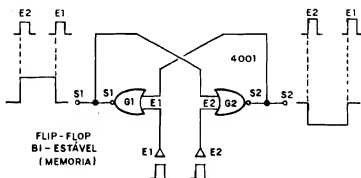

Fig.8
- FIG. 8 - CONFIRMANDO A ESTRUTURA SIMÉTRICA DO BI-ESTÁVEL COM GATES C.MOS - Simplesmente desenhando de outra forma o mesmo "esquema" da figura anterior, podemos ver sua real semelhança com a estrutura transistorizada, mostrada na fig. 2... É bom, entretanto, observar as diferenças de polaridade ou estados digitais, necessários aos comandos e resultantes nas Sáfads... As linhas verticais tracejadas, nas "formas" de sinal estilizadas para as ditas Entradas e Sáfads, marcam sempre ocorrências simultâneas (eventos que, tecnicamente, se dão ao mesmo tempo, um em função do outro...). Notem bem todos os fatos, polaridades, estados e "tempos", e raciocinem a respeito...